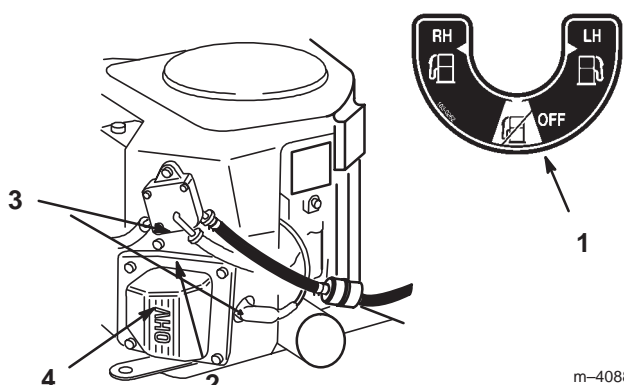

Figure 35
7. Posez un filtre neuf et rapprochez les colliers de fixation du filtre (Fig. 35).
4. Fermez le robinet d'arrivée de carburant (Fig. 35).
5. Desserrez le collier de serrage au niveau du filtre à carburant et repoussez-le le long de la conduite d'alimentation pour l'éloigner du filtre (Fig. 35).
6. Débranchez la conduite d'alimentation du filtre (Fig. 35).
7. Ouvrez le robinet d'arrivée de carburant des réservoirs gauche et droit, et laissez le carburant s'écouler dans un bidon ou un bac de vidange (Fig. 35).
8. Raccordez la conduite d'alimentation au filtre. Rapprochez le collier de serrage du filtre pour fixer la conduite d'alimentation (Fig. 35).